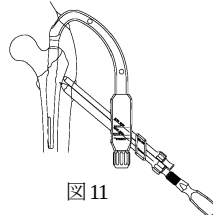

図11
- ガイドピンの刺入位置を確実にするため、ラグスクリュー、エクストラスクリュー共に 3.2 ガイドピン用ピンオウルにて外側皮質を穿孔します。（図11）